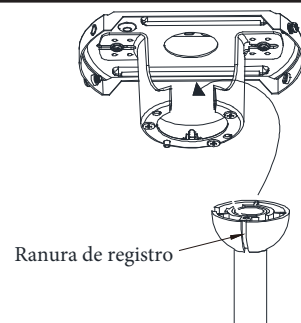

Figura 4
debe encajar en la ranura de la bola. (Figura 4)
- 2 Conecte los cables conductores negros del interruptor en la base A a los cables negros en la caja del interruptor. Cable de entrada caliente a uno de los cables del interruptor de la base. El cable de alimentación del ventilador está conectado al cable del interruptor restante. (Figura 4)
Un flujo de aire HACIA ARRIBA mueve el aire más cálido fuera del área del techo como se muestra en la Figura 4. Esto le permite configurar su unidad de calefacción en un ambiente más fresco sin afectar su comodidad.